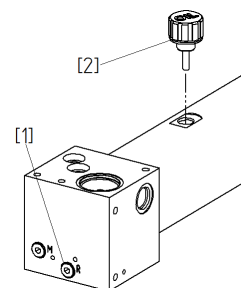

Abb. 3
- Schraube (1) öffnen und Öl ablassen
- Schraube (1) schließen
- Öl am Ölmesstab (2), [17] bis zur Markierung einfüllen (siehe Abb.3)